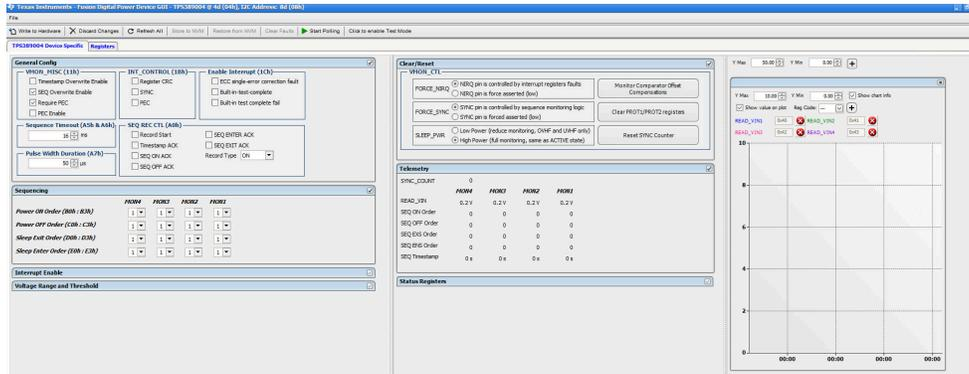
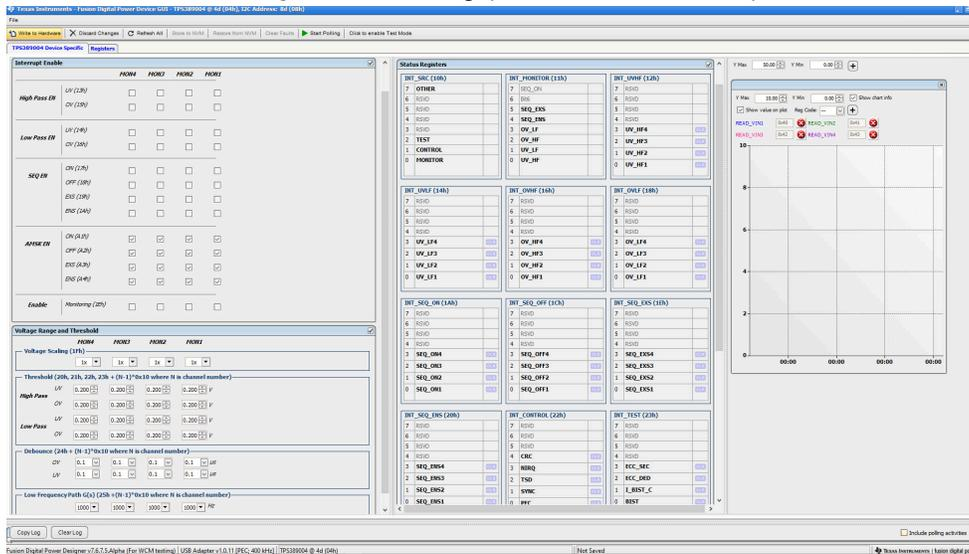

图 4-13. Fusion Digital Power 器件 GUI - TPS389006Q1EVM (图像 #1)
图 4-14. Fusion Digital Power 器件 GUI - TPS389006Q1EVM (图像 #2)
8. 发现 EVM 并选择 *Click to Configure* 后，GUI 类似于图 4-13、图 4-14 和图 4-15。